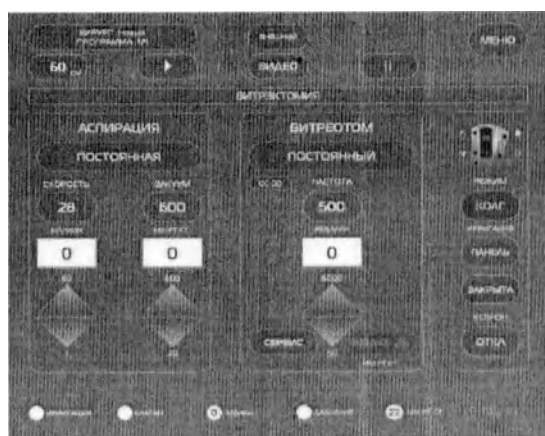

Рис.14.33 – Панель выбора режима аспирации.
- 14.6.7. Установка режима (Рис.14.33) и производительности аспирации (скорости) для совместной работы витреотома с аспирацией физиологического раствора (см. п.п. 14.4.3).